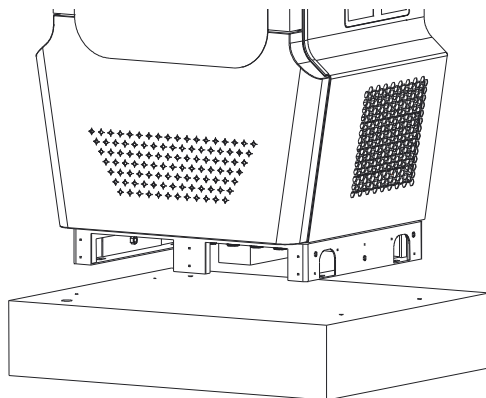

Figura 14. Plasament EVSE
1) Ridicați stația de încărcare peste baza de beton. A se vedea Figura 14.